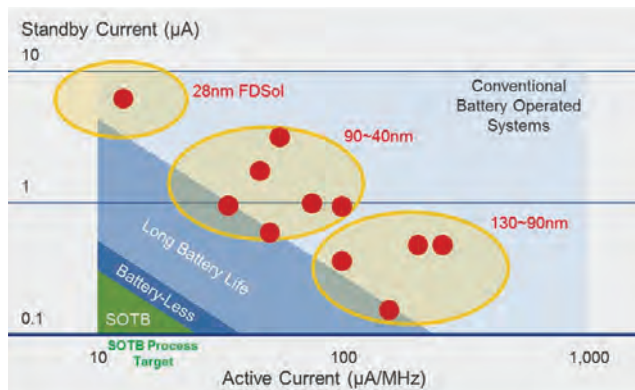
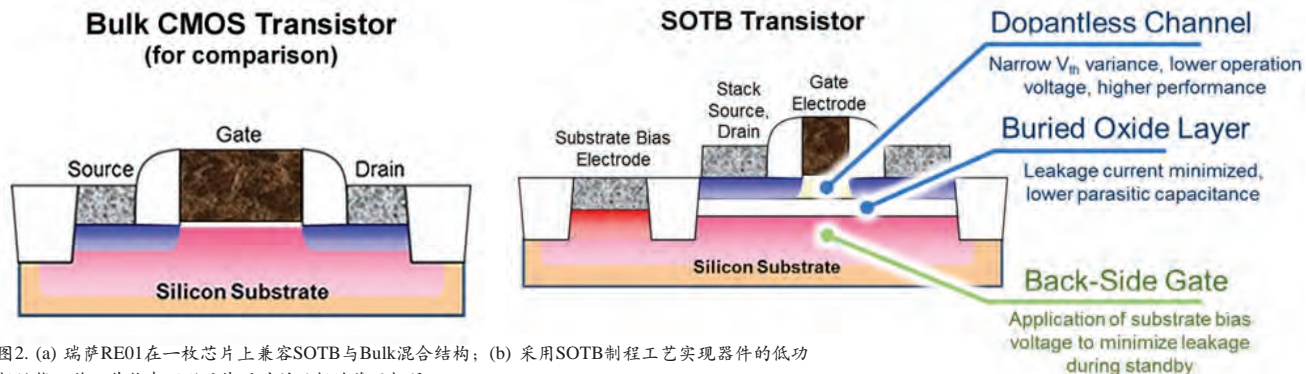

图1. RE01采用瑞萨独有的SOTB制程技术，器件获得约4µA超低功耗，低工作电流12µA/MHz（外部DC/DC转换器），以及400nA的待机消耗电流。
图2. (a) 瑞萨RE01在一枚芯片上兼容SOTB与Bulk混合结构；(b) 采用SOTB制程工艺实现器件的低功耗性能，将工作状态下以及休眠时的功耗均降至极限。
瑞萨电子致力于扩展基于 SOTB 工艺的 RE 产品阵容、支持低功耗系统的开发，推动实现环保型智能社会。新款 RE01 凭借瑞萨独有的 65nm SOTB 制程技术（图 1），可极大地降低运行及待机电流消耗，在 [1]EEMBC® ULPMark™ -CoreProfile（CP）认证中获得 705 分。
- 文章最好配有 2-4 幅与内容有关的插图或图表。插图、图表按图 1、图 2、表 1、表 2 等依次排序, 编号与文中的图表编号一致。